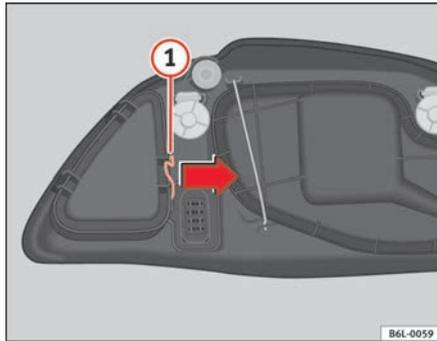

Fig. 154 Feux de position
- Déplacez le tirant ① ⇒ fig. 154 dans le sens de la flèche puis retirez le cache.